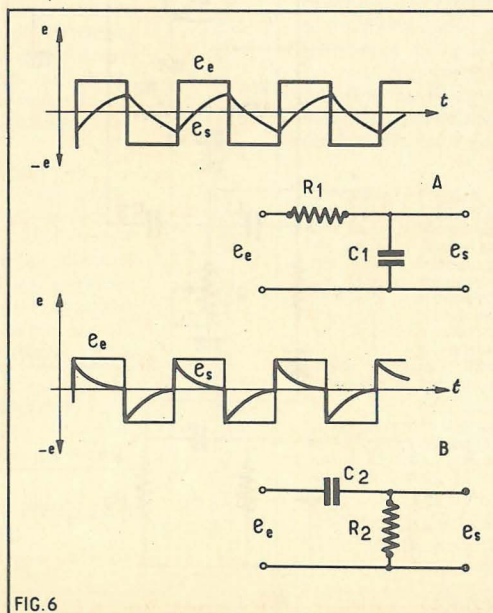

FIG. 6
On pourra partir d'un signal rectangulaire par exemple comme celui de la figure 6 (A) et l'appliquer à un circuit intégrateur  $R_1 C_1$ . Les tensions montantes et descendantes ne seront plus « verticales » mais courbes. La forme de la tension « intégrée »  $e_s$  dépend des valeurs de  $R_1$  et  $C_1$  (fig. 6 A).
De même, un circuit dit **différentiateur** comme  $R_2 C_2$  (figure 6 B) peut donner à la sortie, une tension « différenciée » (et non différenciée)  $e_s$  qui ressemble à des impulsions. Les tensions en dents de scie peuvent être également modifiées, par « intégration » ou « différenciation » (et non différenciation I)